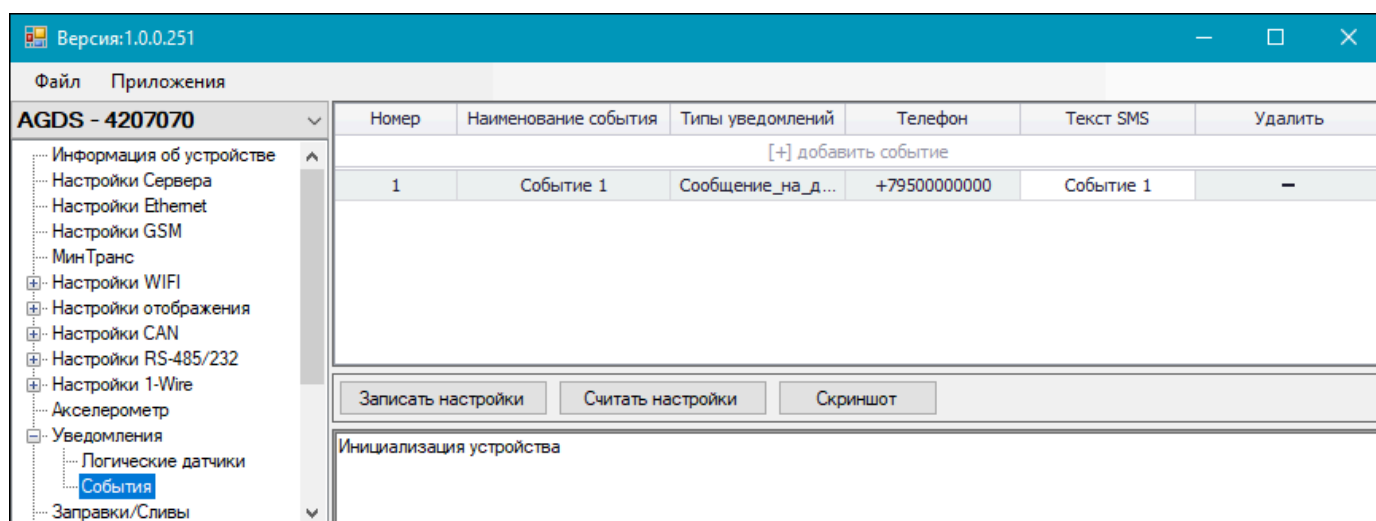

Рис.92. Рабочая область пункта «События»
2. Выберите в списке программы-конфигуратора пункты Уведомления | События (Рис.92).